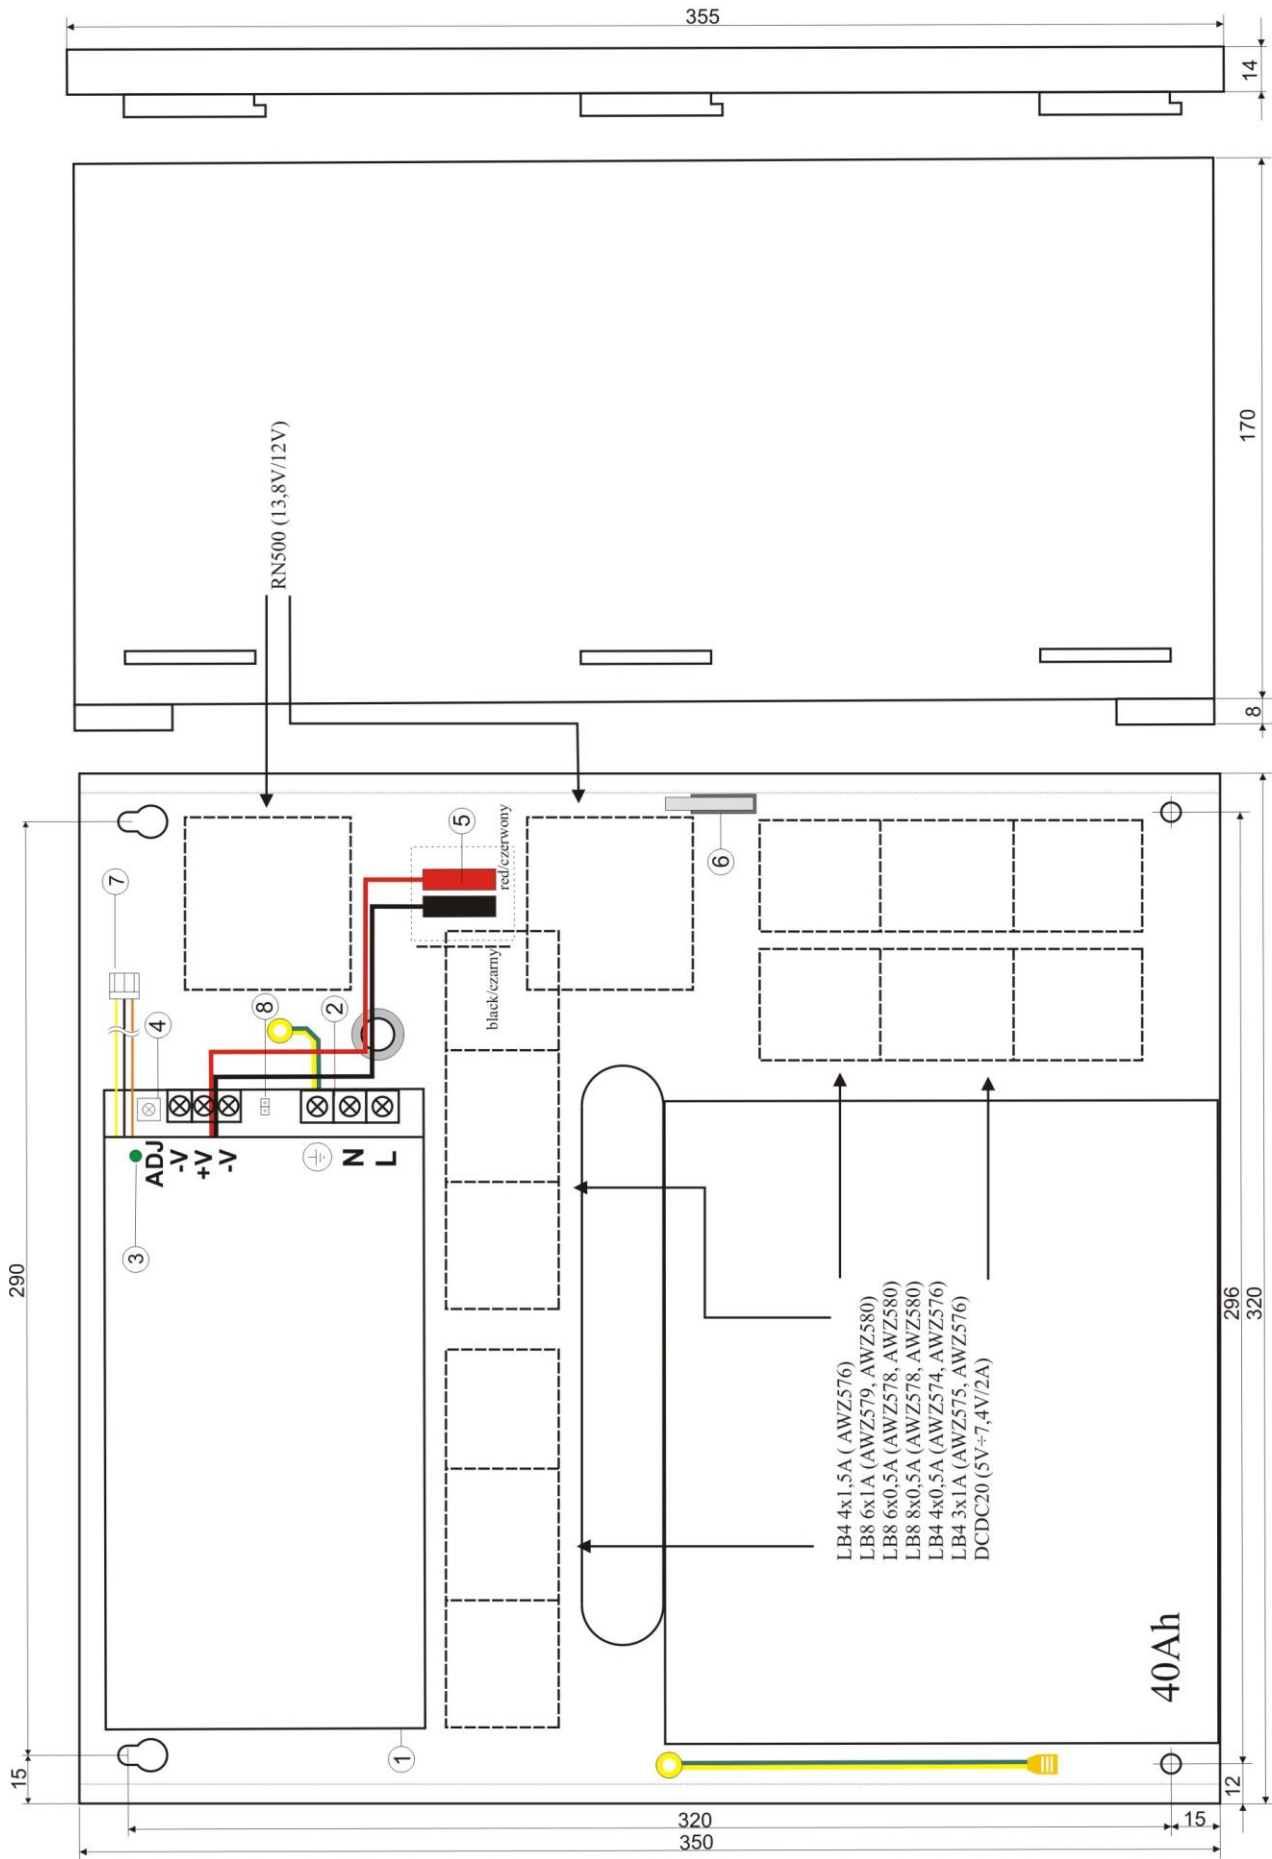

Bild 2. Netzteil-Ansicht.
1.3 Beschreibung der Elemente und Verbindungen des Netzteils (Tab. 1, Tab. 2, Bild 2).
Element Nr. [Bild 2]	Beschreibung
Element [Bild 2]	Beschreibung
Befestigung	Siehe Bild 2